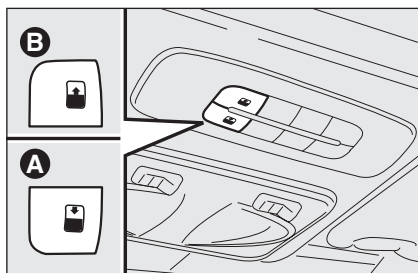
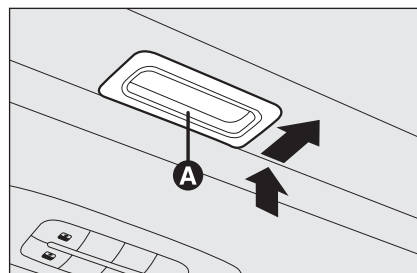

рис. 78
рис. 79
Люк состоит из двух широких панелей (зафиксированной и подвижной), оснащенных солнцезащитными шторками с ручным управлением. Солнцезащитные шторки могут использоваться в положениях "полностью открытые" и "полностью закрытые" (фиксированные промежуточные положения не предусмотрены). Для открывания солнцезащитных шторок используйте рукоятку **А-рис. 79**, отпустите ее, а затем приведите в положение "полностью открытые", как показано стрелками. Для закрытия солнцезащитных шторок выполните эту же процедуру в обратном порядке. Люк работает при повороте ключа зажигания в положение **MAR**. Средства управления **А-В рис. 78** находятся около переднего потолочного светильника на специальной контрольной панели и используются для открывания/закрывания люка.
Нажмите и удерживайте в нажатом состоянии кнопку **В-рис. 78**, передняя панель переместится в положение «спойлера»; снова нажмите кнопку **В-рис. 78** в течение полсекунды для автоматического перемещения люка в положение «полностью открытый»; нажмите кнопку для остановки люка в промежуточном положении.
При нахождении люка в положении «полностью открытый», нажмите кнопку **А-рис. 78** в течение полсекунды для перемещения передней панели в положение «спойлера»; снова нажмите кнопку для остановки люка в промежуточном положении; снова нажмите на кнопку **А-рис. 78** и удерживайте ее в нажатом состоянии до полного закрывания люка.
- ☐ нажать на кнопку **А-рис. 79** в закрытом положении;